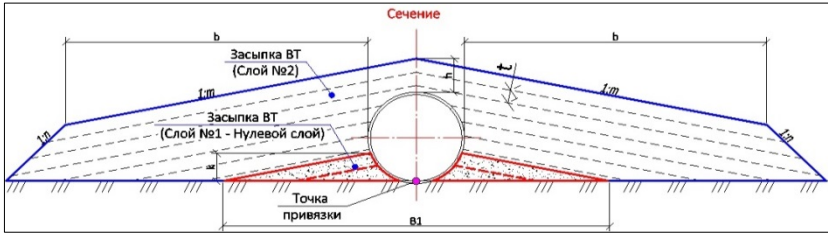

Рис. 10.21
- ✓ **наклонная двухслойная** – нижний слой (нулевой) отсыпается с заданным уклоном **1:m** (рис. 10.21);